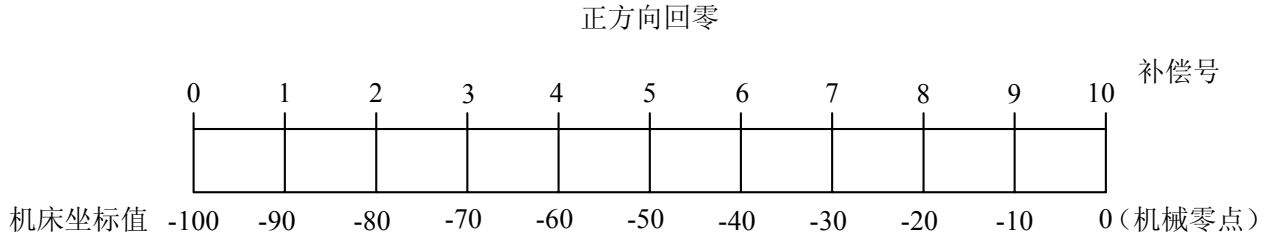

图 4-7-1
- ① 各补偿点的螺距补偿号码大小是与该点机床坐标值的大小对应的, 即机床坐标值越大的补偿点, 对应的补偿号码越大。
- ② 当机床某一区间需要设定螺距误差补偿时, 通常认为位于这一区间机床坐标系最小值补偿点的补偿号码为 0, 参考点的螺距补偿号码是根据参考点与 0 号补偿点的位置关系来确定的。
- ③ 示例: 假设机床的行程为 100mm, 螺距误差的补偿间距为 10mm, 补偿号码为 0 到 10 号。那么参考点的螺距补偿号码的判定如下:
- A、机床的回零方向为正方向回零。这一区间机床坐标系最小值为-100, 则-100 这个点的补偿号码为 0 号, 依照参考点与 0 号补偿点的位置关系, 可得出参考点的补偿号码为 10 号, 如下图所示 (图 4-7-1):